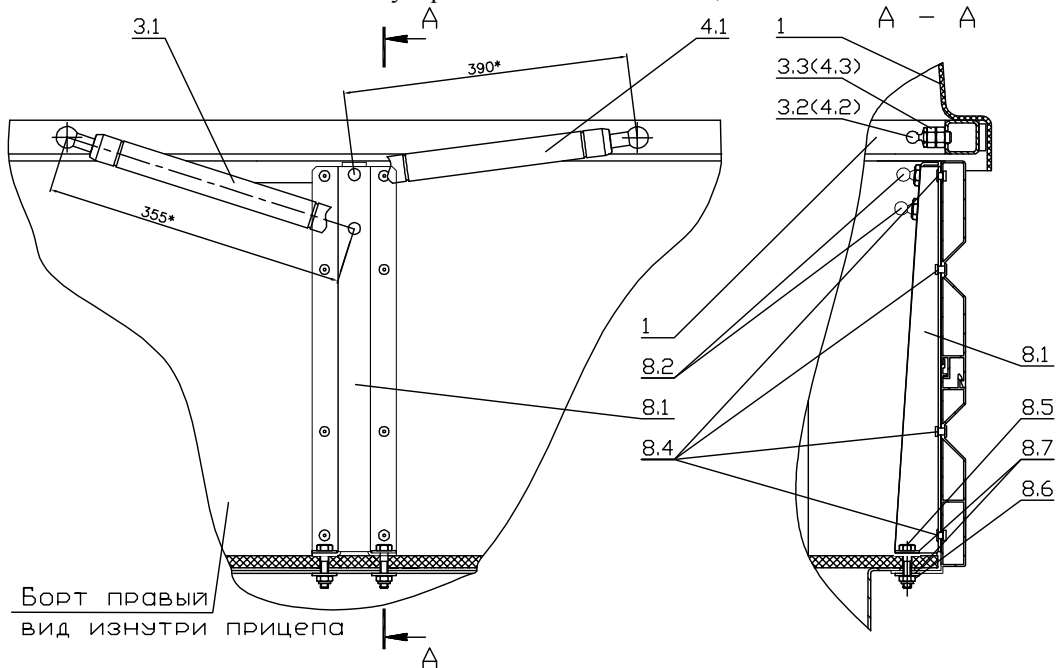

Рисунок 2.
11. Прикрутить верхние шаровые шарниры 3.2 и 4.2 через дистанционные гайки 3.3 и 4.3 (рис. 2, сечение А-А).
12. Изнутри прицепа, при закрытой крышке, установить стойку газовых упоров, таким образом, что бы от центра заднего шарового шарнира крышки до центра верхнего шарового шарнира стойки было 395-405 мм., а от центра переднего шарового шарнира крышки до центра нижнего шарового шарнира стойки было 355-365 мм., как показано на рис.2д. Удерживая стойку газовых упоров, через отверстия стойки просверлить отверстия диаметром 5 мм., в борту прицепа, и отверстия диаметром 6 мм. в полу прицепа
13. Закрепить стойку газовых упоров, сначала к полу прицепа болтами М6х25 (затянуть гайки усилием 12 Н/м.), потом вытяжными заклёпками ф4,8х10 (верхний и нижний ряд заклёпок вставляется изнутри прицепа а средние ряды снаружи), как показано на рис.2д.